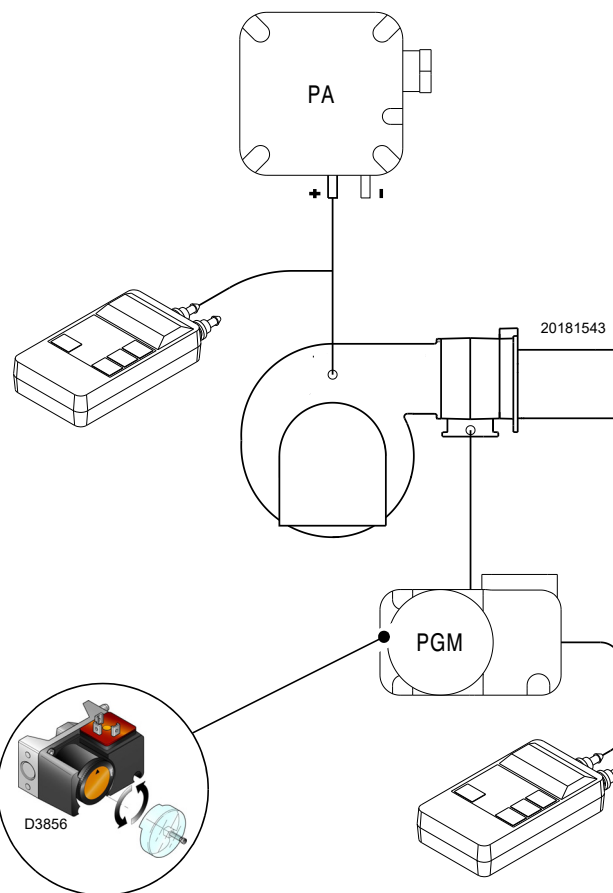

Fig. 31
- Regolare il pressostato gas di massima (Fig. 31 a pag. 28) a fine scala.
Eeguire la regolazione del pressostato gas di massima (Fig. 31) dopo aver effettuato tutte le altre regolazioni del bruciatore con il pressostato gas di massima regolato a fine scala.